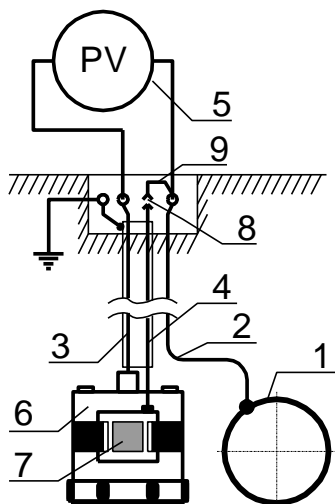
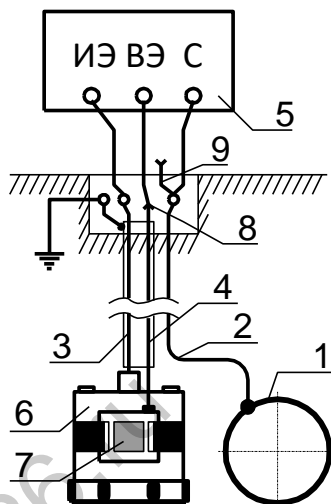

Рис. 4
Рис. 5
8.1.1 Положительную клемму прибора присоединить к проводнику от трубопровода, отрицательную - к проводнику от электрода (рис.4)
8.2 Измерения поляризационного потенциала выполняют с помощью приборов, содержащих прерыватель тока, например, ОРИОН ИП-01. Схема присоединения прибора к проводникам контрольно-измерительного пункта приведена на рис. 5
- 5 - Вольтметр (Рис. 4) / Прибор измерительный (Рис. 5)